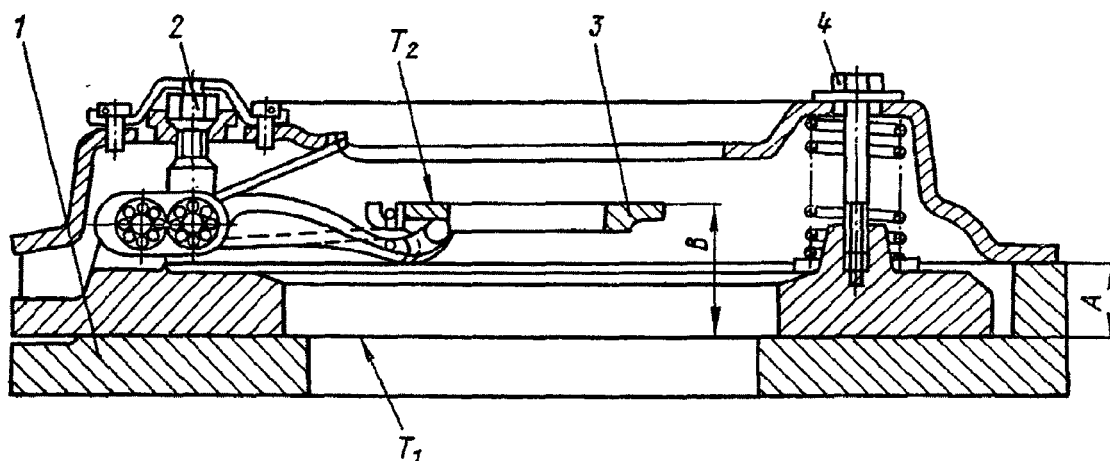

Рис. 42. Диск нажимной в сборе с кожухом на контрольной подставке:
Технические условия. Перед установкой кожуха сцепления с нажимным диском в сборе проверьте правильность положения упорного кольца 3 (рис. 42)
18. Отцентрируйте диски сцепления (см. рис. 42)	Шлицевая оправка или ведущий вал коробки передач